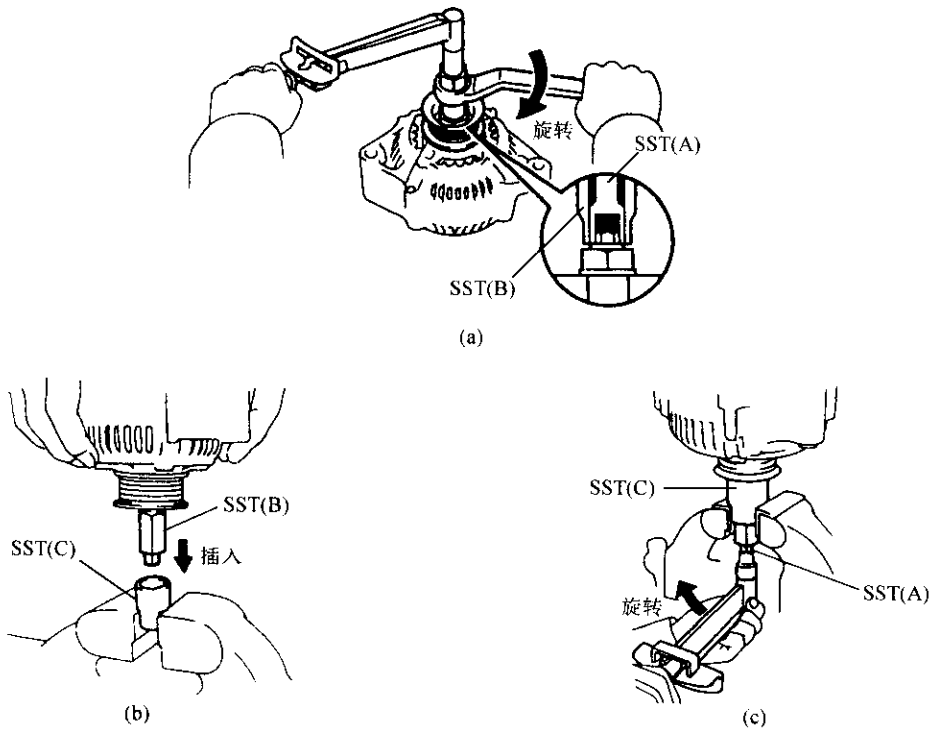

图 8-88 安装传动带轮
(2) 用力矩扳手夹住专用工具 (A), 顺时针按规定力矩拧紧专用工具 (B), 其中规定力矩为 $39\text{ N}\cdot\text{m}$ 。
(3) 检查传动带轮轴上的专用工具 (A) 是否牢固。
(4) 把专用工具 (C) 固定到台钳内。
(5) 把专用工具 (B) 插入专用工具 (C) 中, 并把传动带轮螺母固定到专用工具 (C) 上。
(6) 按图 8-88 (c) 所示方向转动专用工具 (A), 以  $110\text{ N}\cdot\text{m}$  的力矩拧紧传动带轮螺母。